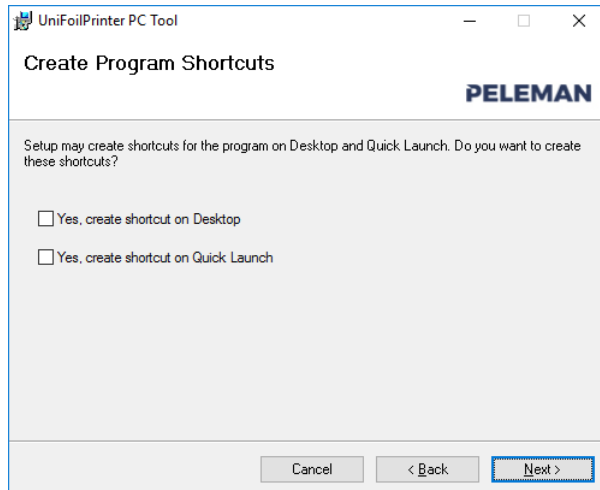

Figura 16: Create Programme Shortcuts Screen
- Como se muestra en la *figura 16*, los usuarios serán preguntados si desean accesos directos que se crearán en su escritorio en inicio rápido. Seleccione sus opciones preferidas y luego presione *siguiente*.